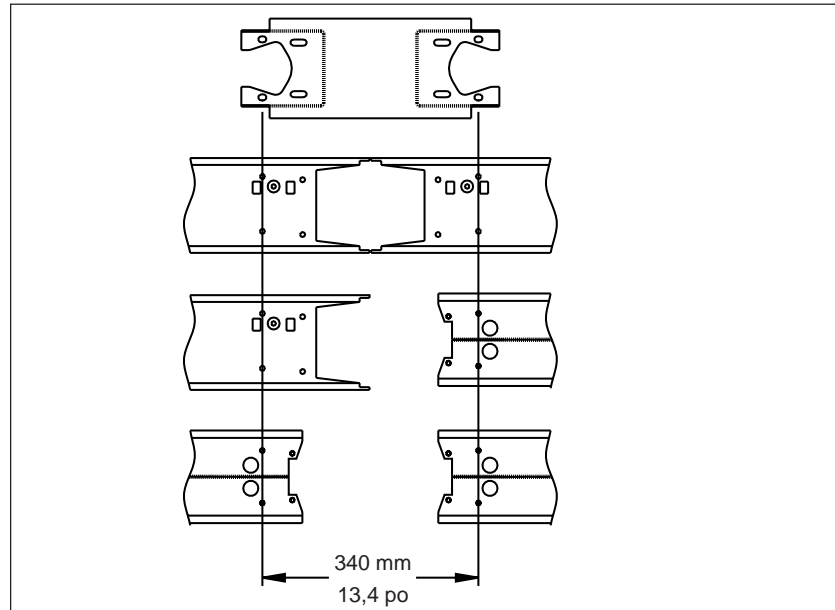

Figure 2 : Espacement des diverses configurations d'extrémités de jonction
4. S'assurer que les canalisations sont alignées correctement avant de tenter de les réunir. La tige étant engagée dans le crampon de surcharge, tirer les canalisations pour les faire glisser l'une vers l'autre jusqu'à ce que la canalisation soit espacée comme indiquée à la figure 2.